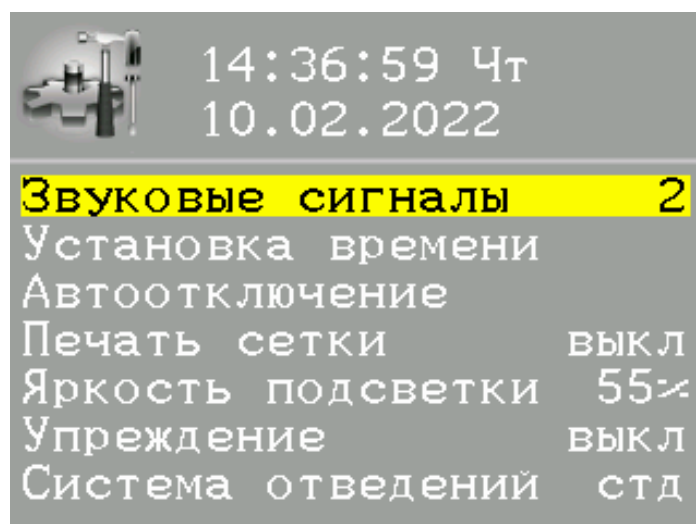

Рисунок 9 – Окно меню НАСТРОЙКИ
–на главном меню кнопкой "mm/s" или "▶" выделить пиктограмму **НАСТРОЙКИ** и нажать кнопку "ПУСК". На дисплее откроется меню настроек (см. рисунок 9).